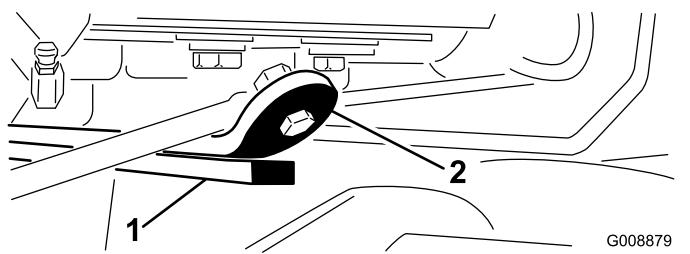

図14
3. エンジンを始動し、カッティングユニットを上昇させ、後ろカッティングユニットのウェアバーの上部についているウェアストラップからバンパーストラップまでの距離が0.52.5 mmの間にあるかどうか点検する図14。